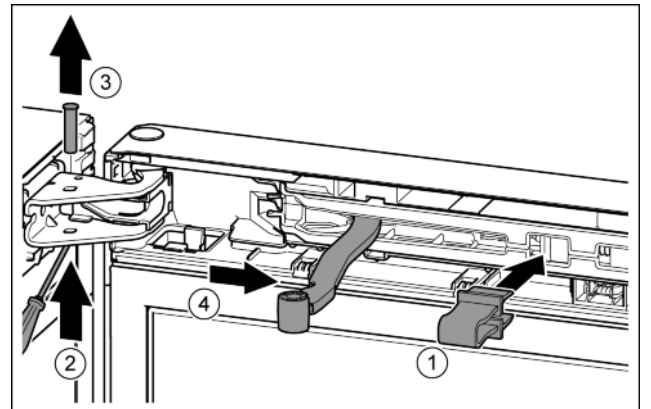

Fig. 9
- Зафіксуйте запобіжник в отворі. Fig. 9 (1)
- Виштовхніть палець за допомогою викрутки. Fig. 9 (2)
- Вийміть гвинт рухом нагору. Fig. 9 (3)
- Поверніть шарнір у напрямку дверцят. Fig. 9 (4)